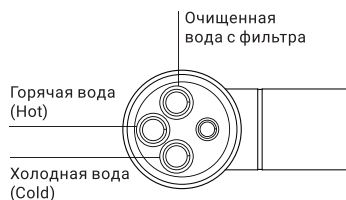

Рис. 4
5. Подключите гибкие подводки (Ж) к точкам подключения холодной (COLD), горячей (HOT) и очищенной воды в корпусе смесителя (рис. 4). Обратные концы гибких подводок идущих от точек подключения холодной (COLD) и горячей (HOT) воды, подключите к магистралям ХВС и ГВС.